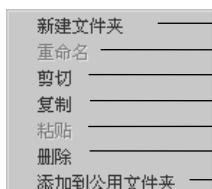

图 5.3.2 “组织”菜单
- 单击 按钮，出现图 5.3.2 所示的选项菜单，可选取相应命令。